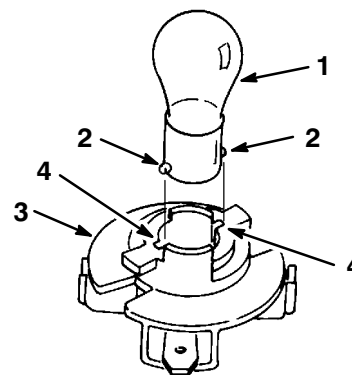

Figure 52
4. Pousser sur l'ampoule pour la tourner à fond vers la gauche (env. 1/4 tour) et la retirer de l'embase (Fig. 52).
1. Le culot de l'ampoule présente deux ergots métalliques. Aligner ces ergots face aux fentes de l'embase et insérer le culot dans la douille de l'embase (Fig. 52). Pousser sur l'ampoule et la tourner à fond vers la droite.